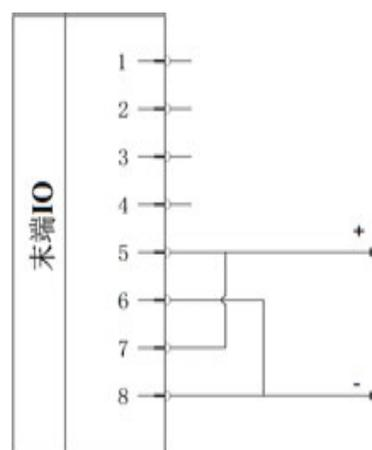

図 6-27 2ピンモード2結線
2) 結線方法：図6-27に示すように、電源線（5 グレー）と TI1/T01/PWR1 線（7 青）を接続する、アース（8 赤）と TI0/T00/GND1 線（6 ピンク）を接続する。